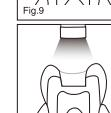

Fig.9
- Aplique una capa final de G-COAT Plus (fotopolimerizar durante 20 segundos) (Fig. 9,10). Por otra parte, aplicar GC Fuji Varnish (secar con aire) o GC Fuji Coat LC (fotopolimerizar). Consulte las instrucciones respectivas para su uso.
b) Aplique uma camada final de verniz G-COAT Plus (photopolimerizar durante 20 seg.) (Fig. 9, 10).